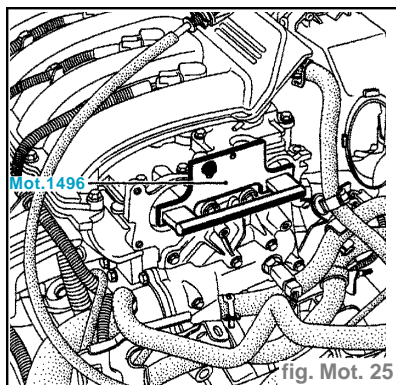

fig. Mot. 25
- Placer le **Mot.1496** (outil de calage des arbres à cames) se fixant en bout des arbres à cames (fig. Mot. 25).
- Placer le **Mot.1496** (outil de calage des arbres à cames) se fixant en bout des arbres à cames (fig.Mot. 25).